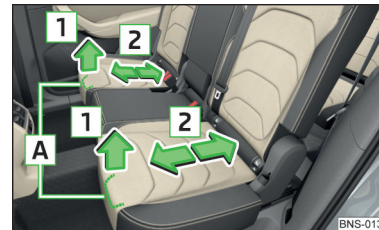

Abb. 90
- Den Hebel **A** in Pfeilrichtung **1** ziehen und den Sitz in die gewünschte Position in Pfeilrichtung **2** verschieben » Abb. 90. Nach dem Loslassen des Bedienungshebels muss die Verriegelung hörbar einrasten.